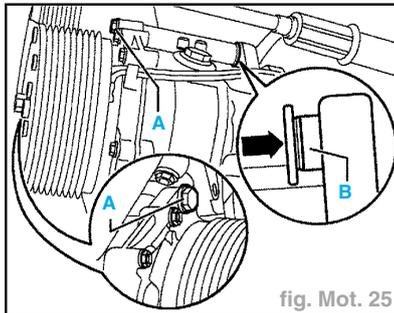

fig. Mot. 25
- Légèrement repousser dans le sens de la flèche les douilles filetées (**B**) pour les vis de maintien (**A**) afin de faciliter la mise en place du compresseur de climatiseur (fig. Mot. 25).